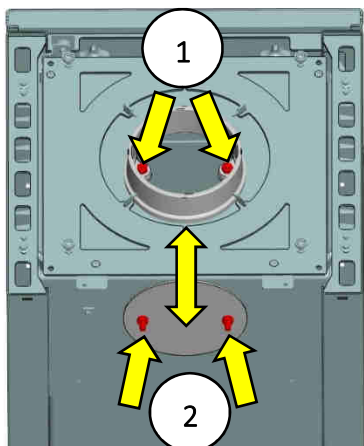

Abb. 20: Rauchrohrstutzen wechseln
5. Den Rauchrohrstutzen an der Geräteoberseite durch Lösen der 2 Schrauben, mit Muttern gekontert (Abb. 20 Pos.1) entfernen.
Blinddeckel auf der Gehäuserückseite durch Lösen der 2 Schrauben, mit Muttern gekontert (Abb. 20 Pos.2) entfernen. Die Kontermuttern sind jeweils über die Revisionsklappe zugänglich.